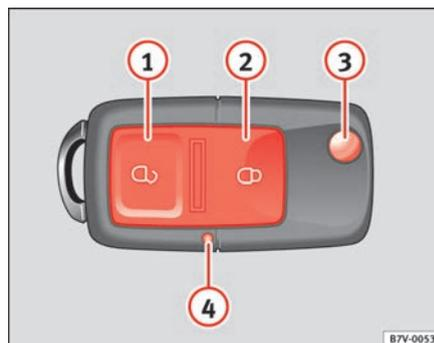

Fig. 61 Tasti della chiave con telecomando
Girando *una volta* la chiave nella serratura della porta lato guida, nel senso di apertura, oppure premendo una volta il tasto ⇒ pag. 100, fig. 61  della chiave con telecomando, si sblocca soltanto la porta lato guida.
- Premere il tasto  ⇒ fig. 61  del telecomando per sbloccare tutte le porte ed il portellone posteriore.
Nel premere i tasti, la spia della batteria della chiave ⇒ fig. 61  si accende.
Con il tasto ⇒ fig. 61  del telecomando, si sblocca lo scatto della chiave.
- Premere una volta il tasto di sblocco  ⇒ pag. 100, fig. 61 ①.
Se si preme spesso il tasto  ⇒ pag. 100, fig. 61 ① al di fuori del raggio d'azione si corre il rischio di non poter più aprire né chiudere il veicolo con il telecomando. In questo caso è necessario programmare nuovamente la chiave con telecomando.
Se la spia della batteria del telecomando ⇒ pag. 100, fig. 61 ④ non si accende quando vengono azionati i tasti, occorre sostituire la batteria.
- Estrarre lo scatto della chiave premendo il tasto ⇒ pag. 100, fig. 61 .